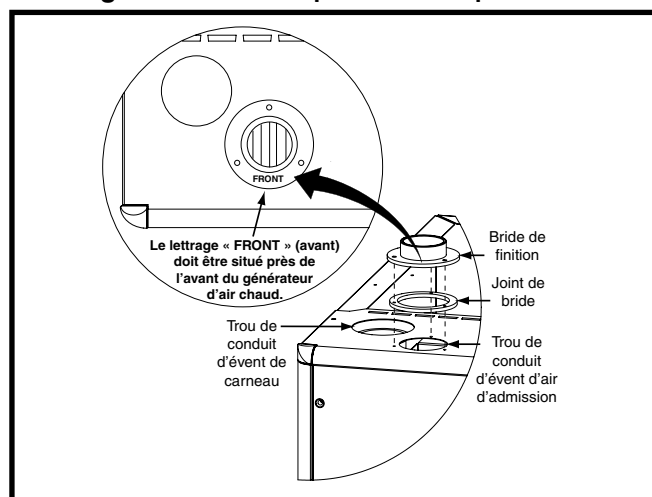

Figure 18. Bride de finition
La bride de finition doit être installée pour faire sortir le conduit d'air de combustion par le dessus du générateur d'air chaud. **REMARQUE :** Pour une installation appropriée, il est important d'aligner le conduit et les trous de vis dans les brides de finition, le joint d'étanchéité et l'armoire. Consulter le Figure 18.
2. Placer la bride de finition sur le dessus du joint d'étanchéité de bride. **REMARQUE :** S'assurer que la bride est bien orientée de façon à ce que le lettrage « FRONT » (avant) soit situé à proximité de l'avant du générateur d'air chaud, comme indiqué à la Figure 18.